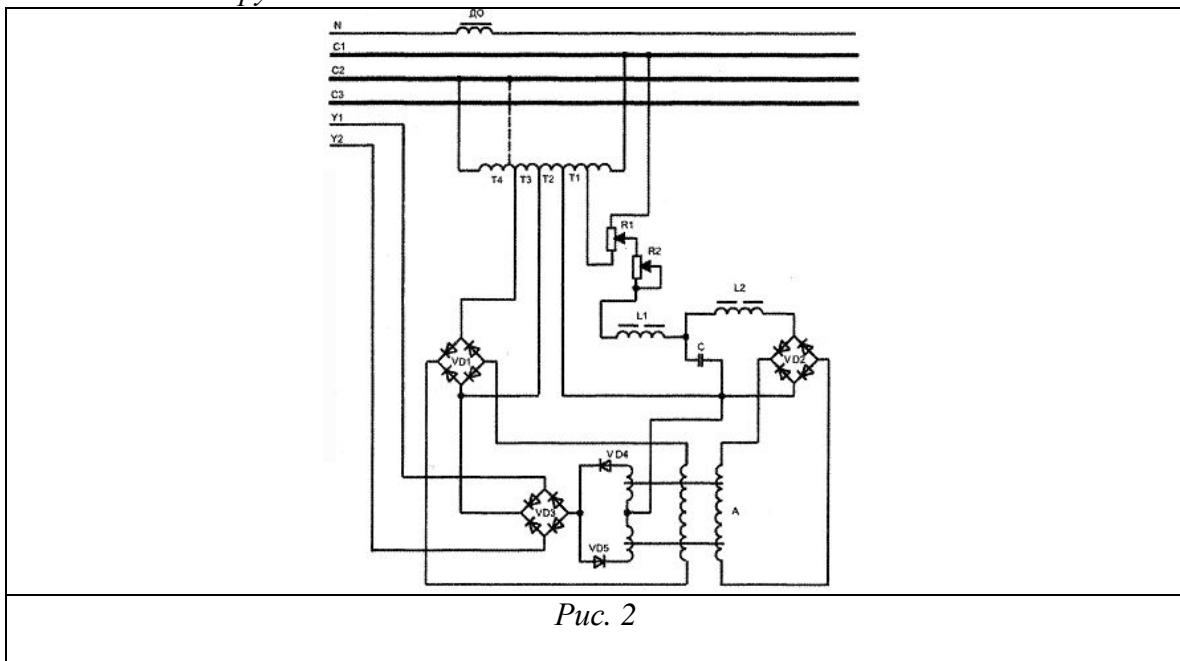

Рис. 2
- Указать элементы и принцип работы блока коррекции напряжения БК-1 (рис.2), объяснить работу схемы в процессе возбуждения генератора, при подключении и отключении нагрузки.